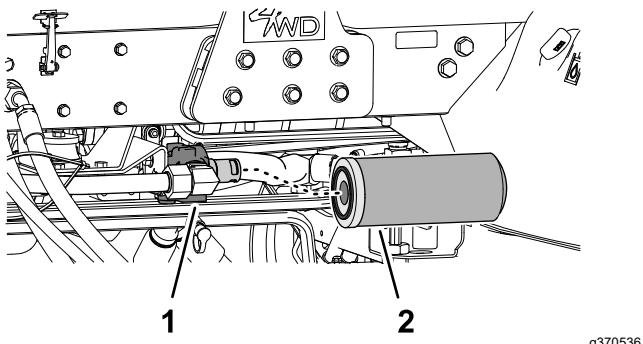

Figura 107
- Limpie la zona alrededor del filtro de retorno y de la cabeza del filtro (Figura 107).